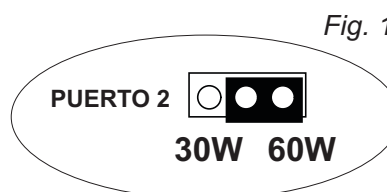

Fig. 1
3. Configuración de Puertos: (*Fig. 1, pg. 3; Fig. 3b, pg. 6*)